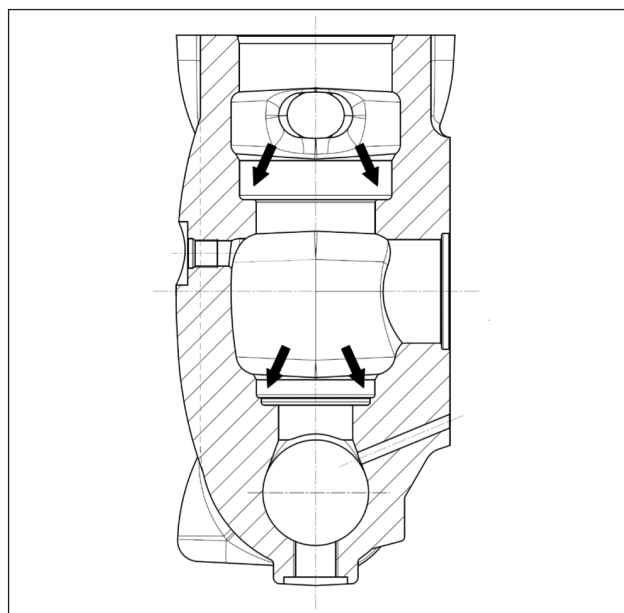

图 115
重新安装阀组前，应彻底清洁和干燥泵头里的相应底座，如箭头所示（①，图 115）。